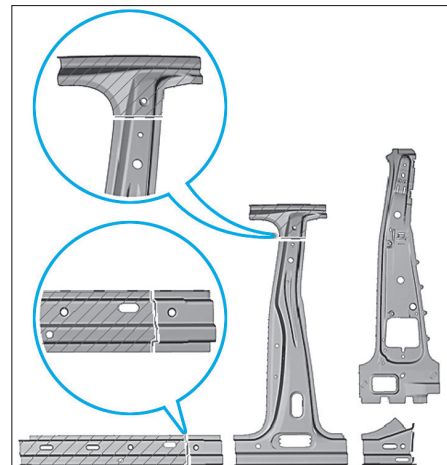

FIG. 61
- Reporter la ligne de coupe sur le renfort de montant B et découper la zone hachurée (Fig.61).